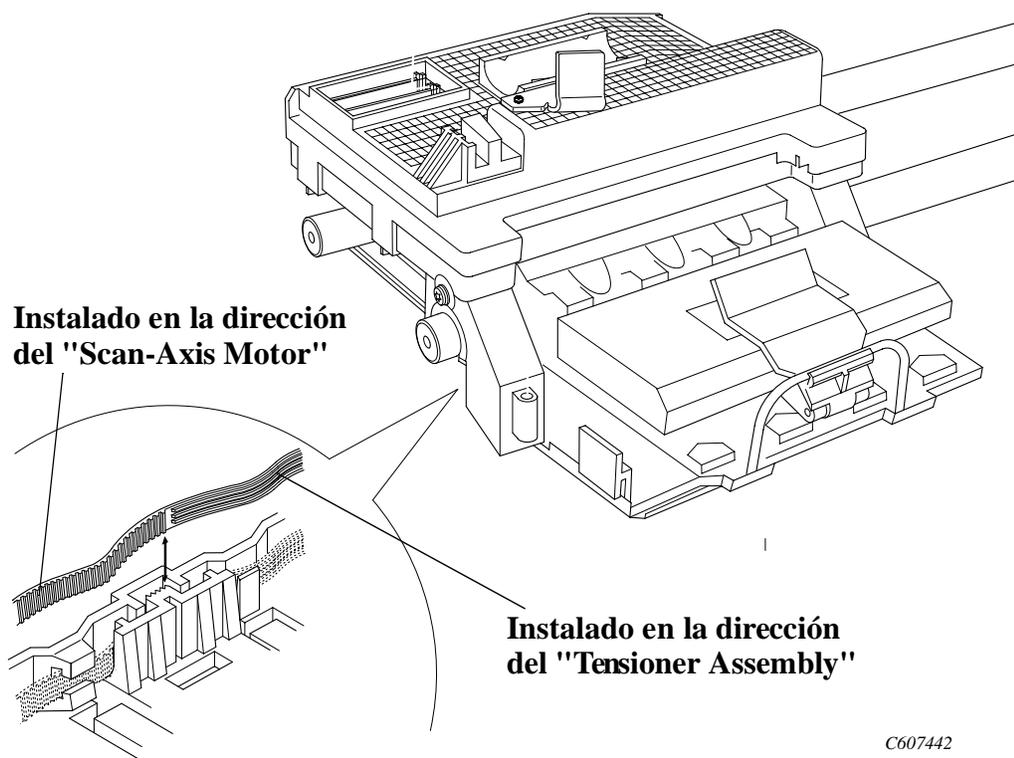

Figura 51: Instalación del "Belt"
Consulte de la Figura 41 a la Figura 51
3. Al instalar el "belt", asegúrese de que esté torcido y esté correctamente como se indica en la Figura 51.